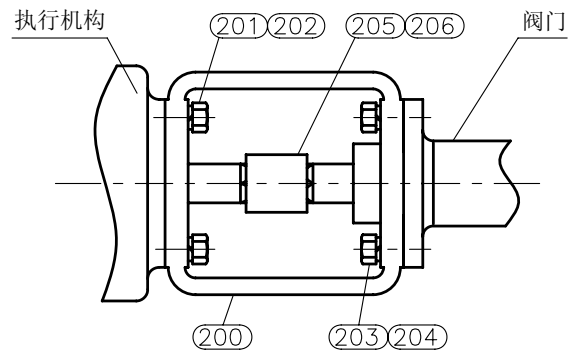

图10-1.
- 将紧固连接件 (205) 的固定螺钉 (206) 内六角扳手松开后，松开连接件，如图 10-1 所示状态。
- 将六角头螺栓 (201) (203) 松开后，就可以将执行机构、支架、本体部分离。在执行机构的输出端，采用传动轴插入涂有粘结剂的执行机构方孔的方式输出。传动轴可能因粘结剂老化，粘结力降低而脱落。因此在拆卸时应加以注意，防止传动轴脱落而砸伤。